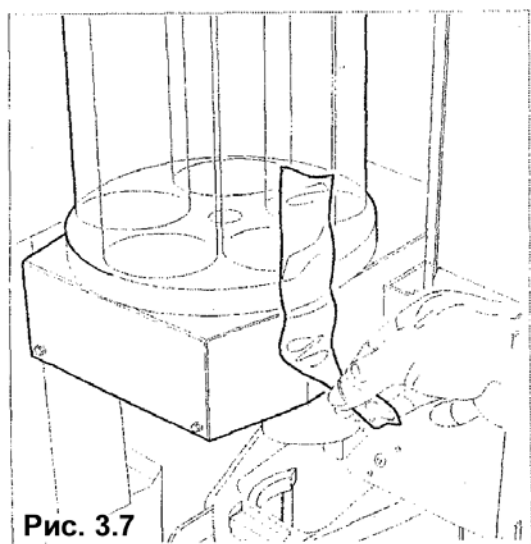

Рис. 3.7
- поворотное приспособление для стаканчиков (пример на рис. 3.7)